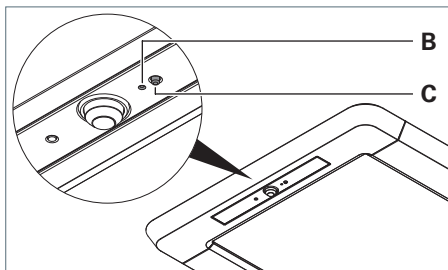
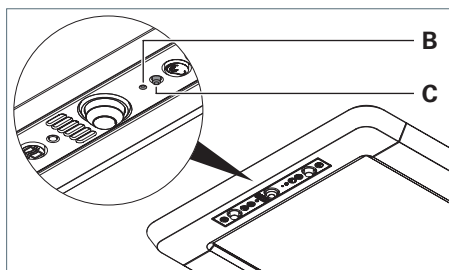

Fig. 34: Bedienelement einlernen, Ausführung R.
Fig. 35: Bedienelement einlernen, Ausführung RX.
- Drücken Sie die Taste in der Öffnung **B** mit dem Ende einer aufgebogenen Büroklammer, siehe Fig. 34 und siehe Fig. 35.
- Drücken Sie die Taste **C**, siehe Fig. 34 und siehe Fig. 35.
- Drücken Sie die Taste **C** und halten Sie diese Taste gedrückt, siehe Fig. 34 und siehe Fig. 35.